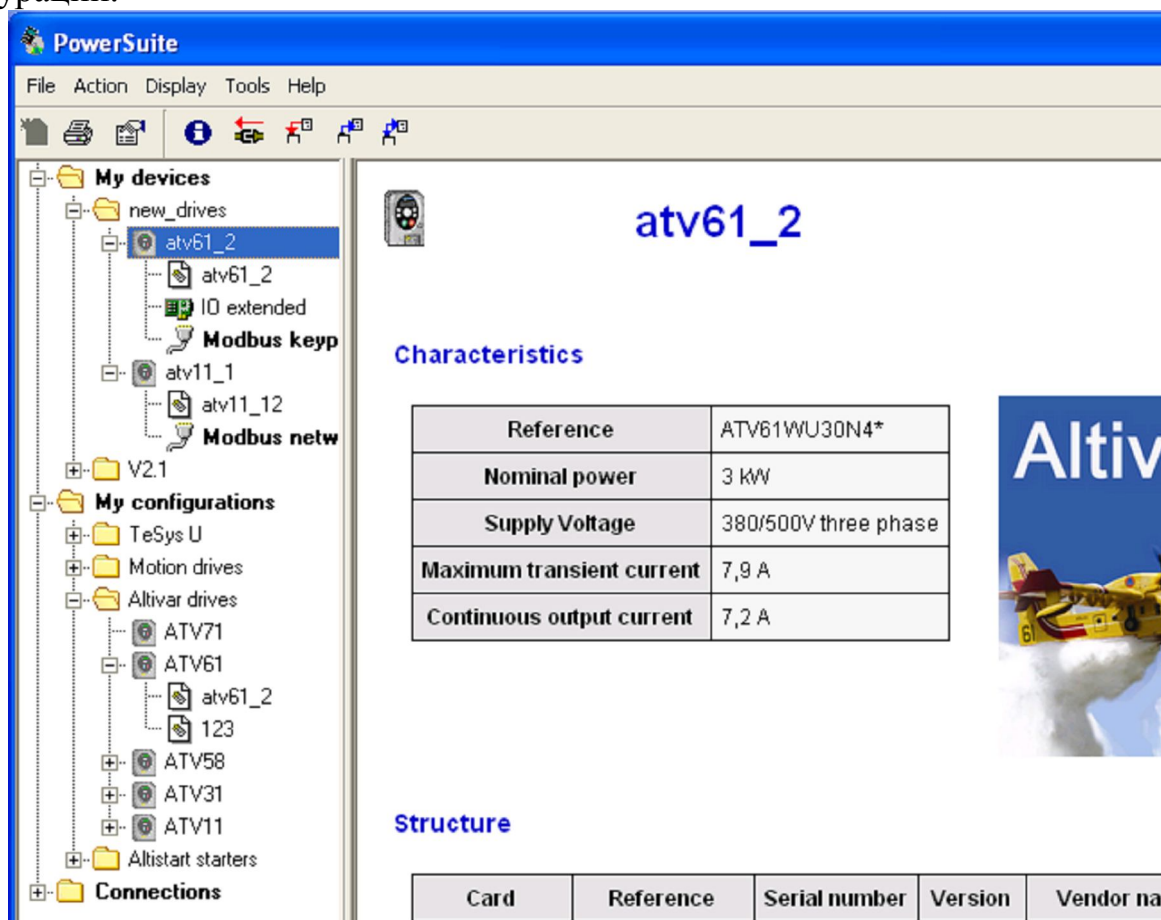

Рис. 1.1 Главное окно *PowerSuite*
После загрузки *PowerSuite* открывается ее главное окно (рис. 1.1). С его помощью осуществляются:
- в левой (навигационной) расположено дерево папок (первоначально это *My Devices*, *My Configurations*, *Connections*) с виртуальными устройствами (рис. 1.2а), которым соответствуют конфигурации параметров (рис. 1.2б, в, г) и карты расширения (как для устройства *atv61_2* на рис. 1.1);